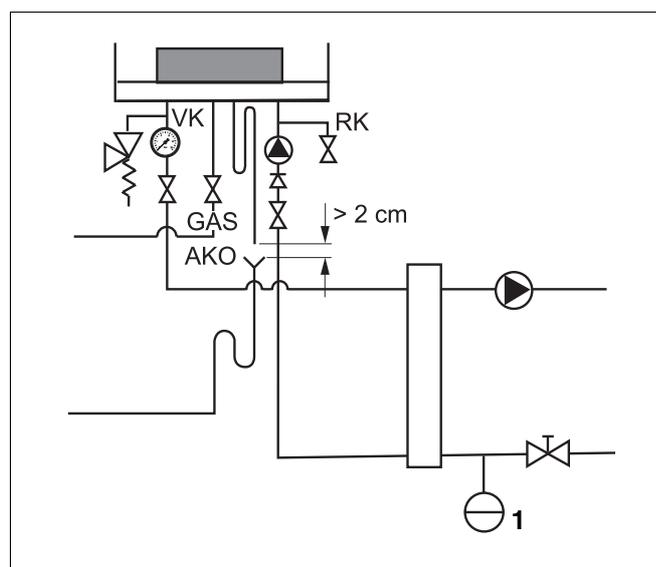

Fig. 21 Vaso d'espansione solamente per installazione di caldaia singola
- Collegare il vaso d'espansione alla caldaia nella linea di ritorno (RK).
In presenza di un separatore: collegare il vaso d'espansione sul lato secondario del separatore nella linea di ritorno (fig. 21, pos. 1).